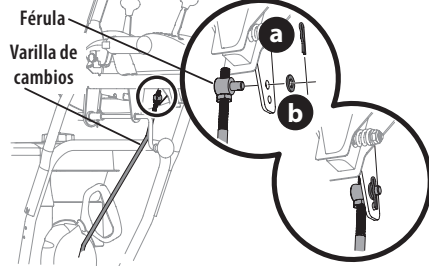

Figura 56
2. Extraiga el pasador de chaveta (a) y la arandela (b) de la férula de ajuste de la varilla de cambios y extraígalas de la palanca de cambios (Figura 56).